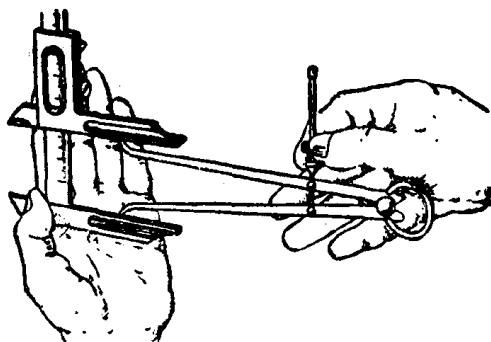

图17 用游标卡尺校准卡钳读数
(9) 在机器上测量运动着的工件是错误的，这样不仅会使量具受到严重的磨损，而且也容易发生事故。
(10) 如果要用游标卡尺来校准卡钳的尺寸，应当先将游标卡尺定置在所需要的尺寸上，然后把游标卡尺平放在手掌上以调准卡钳(图17)。
(11) 如果用带有测深杆的游标卡尺测量工件深度时，游标卡尺尺体的尾端要垂直地压向工件孔（或槽）的顶